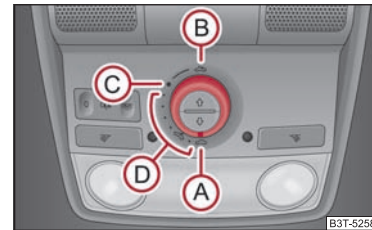

Fig. 43 Comutatorul rotativ pentru trapa panoramică
Trapa panoramică cu rulou de protecție solară poate fi acționată numai când contactul este cuplat, de la comutatorul rotativ ⇒ fig. 43. Comutatorul rotativ are mai multe poziții.
- Rotiți comutatorul în poziția (C) ⇒ fig. 43.
- Rotiți comutatorul în poziția **A** ⇒ pagina 57, fig. 43.